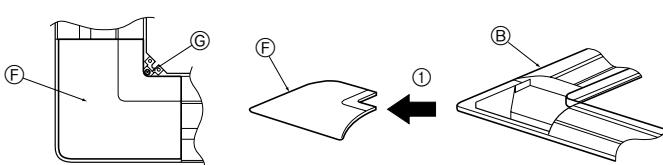

Fig. 5-4
5.2.2. Удаление угловой панели (Fig. 5-4)
- Удалите винт из угла угловой панели. Для удаления угловой панели сдвиньте угловую панель в направлении стрелки ①.